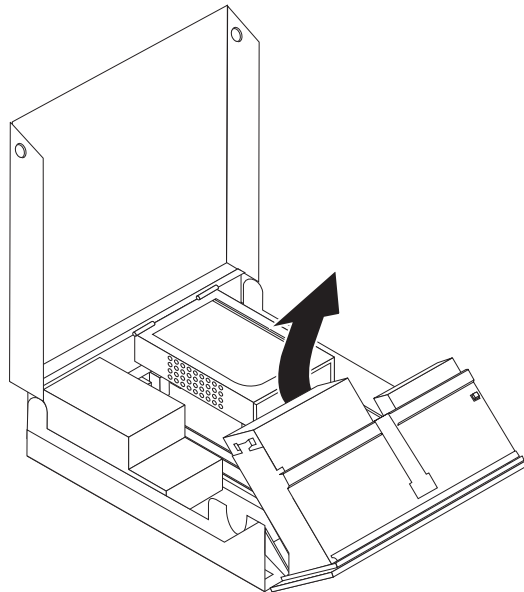

Figura 18. Accesso alla scheda di sistema
3. Ruotare l'assieme del vano unità in alto per accedere alla scheda di sistema. Consultare la sezione Figura 18.